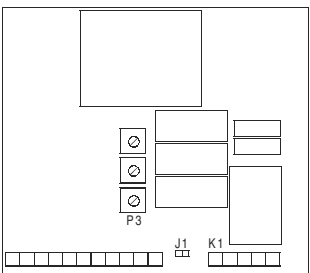

Fig. 2
- Sulla scheda della centralina base **T22** o **T2E** (Fig. 2):
- On the **T22** or **T2E** base unit card (Fig. 2):
- Sur la carte de la centrale de base **T22** ou **T2E** (Fig. 2) :